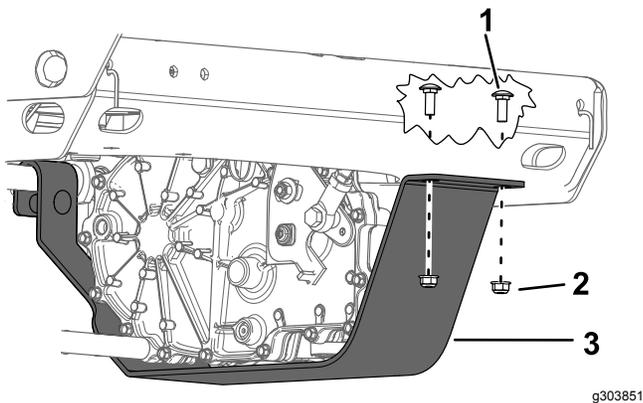

図 62
4. トランスアクスルガードからボルト2本とナットを外す図 62。